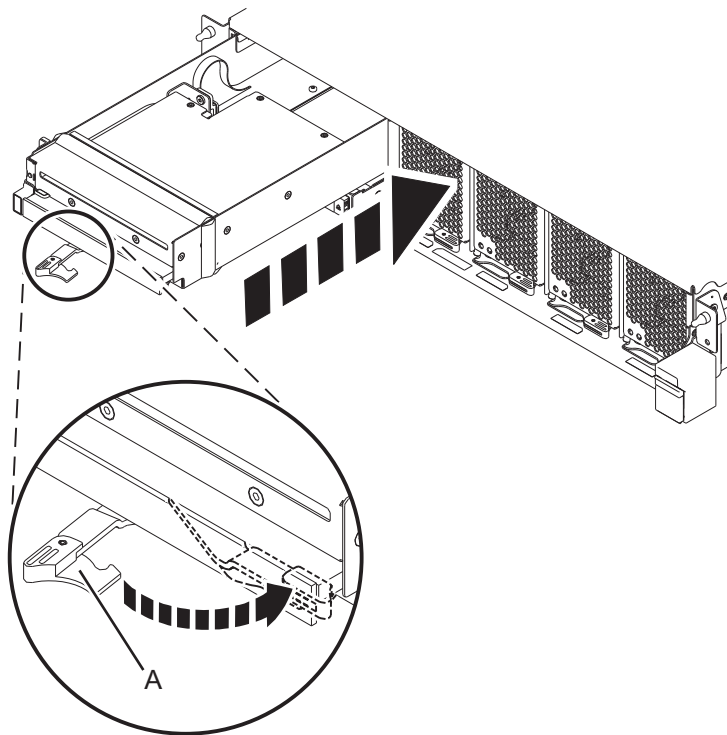

Figure 7. Installation d'une unité de stockage extra-plate sur une unité de contrôle système 9080-MHE, 9080-MME 9119-MHE ou 9119-MME
- a. Vérifiez que la poignée de l'unité de stockage extra-plate (**A**) est en position ouverte, comme illustré à la figure 7.